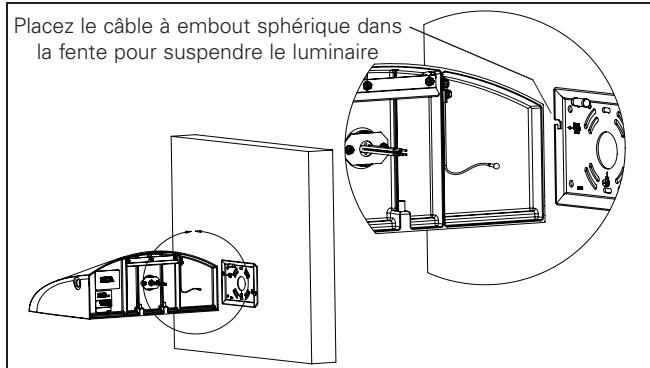

Figure 3.
3. Suspendez le luminaire à la plaque de calage en utilisant le câble à embout sphérique situé derrière le luminaire. (Figure 3).